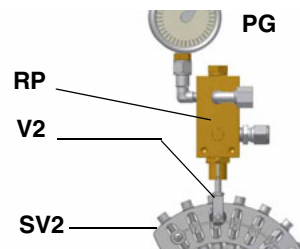

Рис. 41
- 9 для получения максимального расхода жидкого топлива регулировать давление (считывая значения на манометре PG), не изменяя при этом, уже отрегулированный, во время настройки работы на газе, расход воздуха (см. предыдущий параграф): все время проверяя параметры продуктов сгорания, воздействовать на винт варьируемого сектора, соответствующий жидкому топливу **SV2** (см. Рис. 41), но по достижении положения большого пламени.